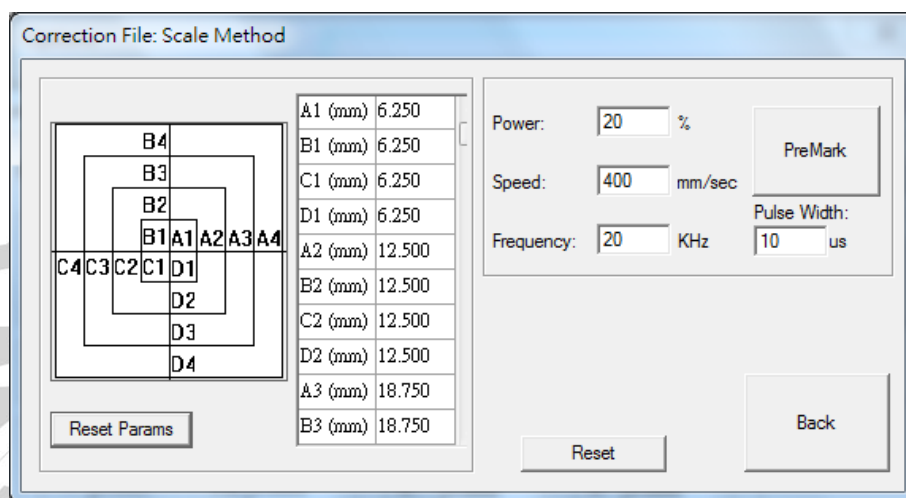

図 1.1.44
- Step 1** レンズとドライバの電圧比に近いスケール (K) の値を選択します。次に、リストから正しいリングを選択します。より正確なリングユーザーがより良い精度を選択するようになります。
- Step 4** 図1.1.44を参照してください。